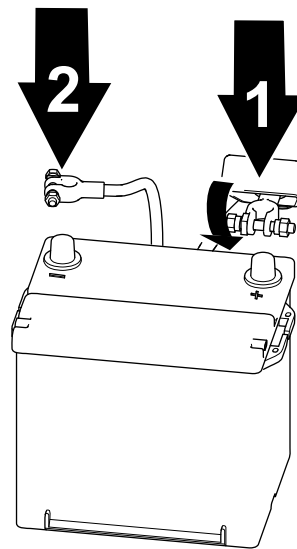

Bild 63
1. Schließen Sie das Pluskabel des Akkus an und ziehen Sie die Mutter der Akkuklemme an (Bild 63).
2. Schließen Sie das Minuskabel des Akkus an und ziehen Sie die Mutter der Akkuklemme an (Bild 63).